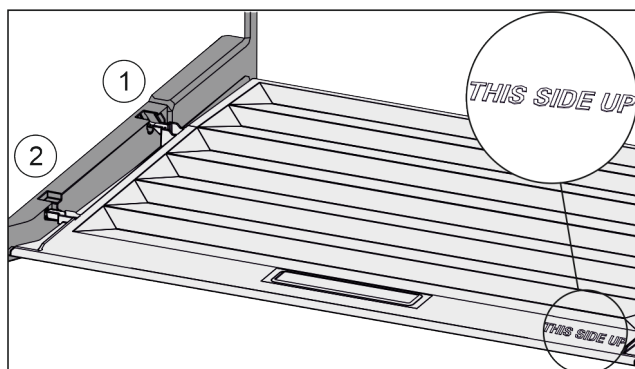

Fig. 42
- ▶ Inserire le nervature del coperchio attraverso l'apertura del supporto posteriore Fig. 42 (1) e innestare anteriormente nel supporto Fig. 42 (2).